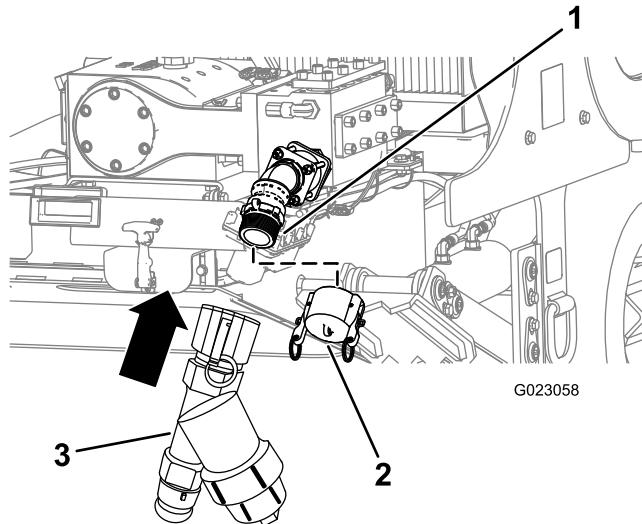

Figura 84
1. Retire a tampa da sucção da bomba (Figura 84).
2. Alinhe o filtro "Y" com a rosca na sucção da bomba (Figura 84).